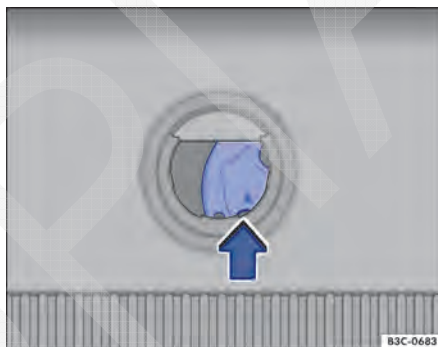

Fig. 217 A partir do compartimento de bagagem: destravar a tampa do compartimento de bagagem emergencialmente (variante 2).
- Pressionar a alavanca de destravamento no sentido da seta ➔ Fig. 217 para destravar a tampa do compartimento de bagagem.